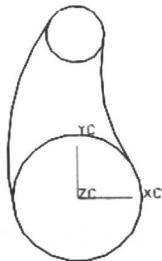
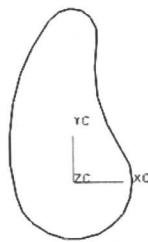

图 1-6 倒圆 2
图 1-7 曲线修剪
(2) 用同(1)的步骤来生成倒圆，其中 R=76，如图 1-6 所示。
利用“编辑曲线”→“修剪曲线”把图 1-6 剪切成如图 1-7 所示。